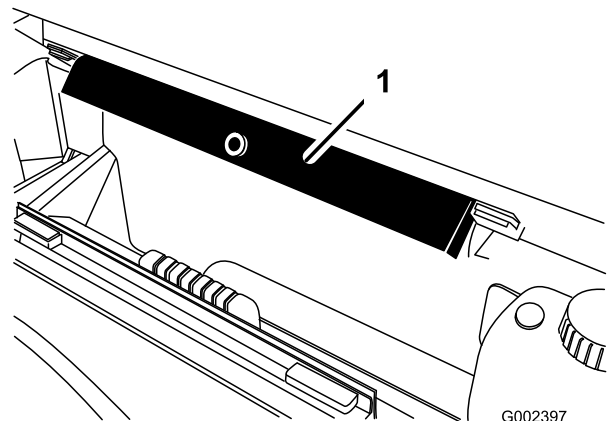

図 42
7. ROPS パネルの後ろについている保管用ブラケットから荷台サポート安全サポートを取り外す 図 42。